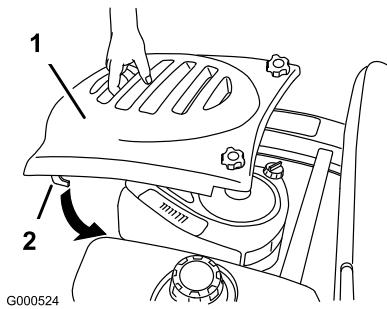

Figure 18
- Pour mettre le capot en place, engagez les crochets dans les fentes et poussez le capot en avant (Figure 18).